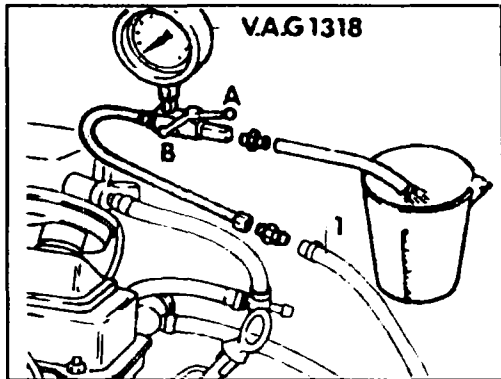

Рис. 4.23 Проверка производительности топливного насоса — бензиновый двигатель 2,0
Проверка производительности топливного насоса (см. рис. 4.23)
- ◆ Отсоедините топливопровод возврата топлива (1) от тройника (см. рис. 4.23). Подсоедините с помощью переходника дополнительный шланг с манометром, второй конец опустите в любую емкость.
- ◆ Закройте клапан манометра (см. рис. 4.23).